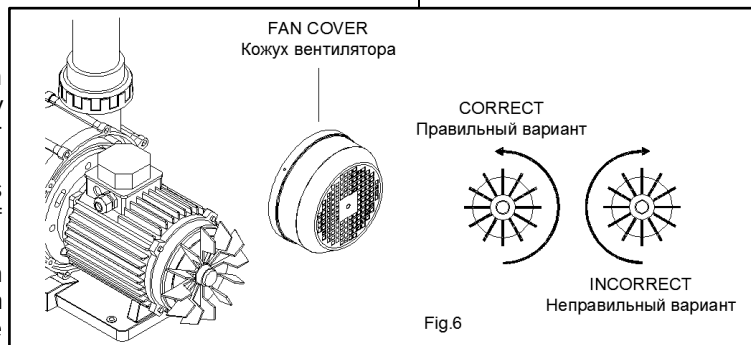

Fig.6
- In three-phase motors check that the motor rotation direction is correct, by means of the fan located in the rear part of the motor, seen through the peephole in the fan cover. (Fig.6)
- Для трехфазных двигателей необходимо проконтролировать правильное направление вращения при помощи вентилятора, расположенного в задней части двигателя, через смотровое отверстие в кожухе вентилятора. (Рис. 6)